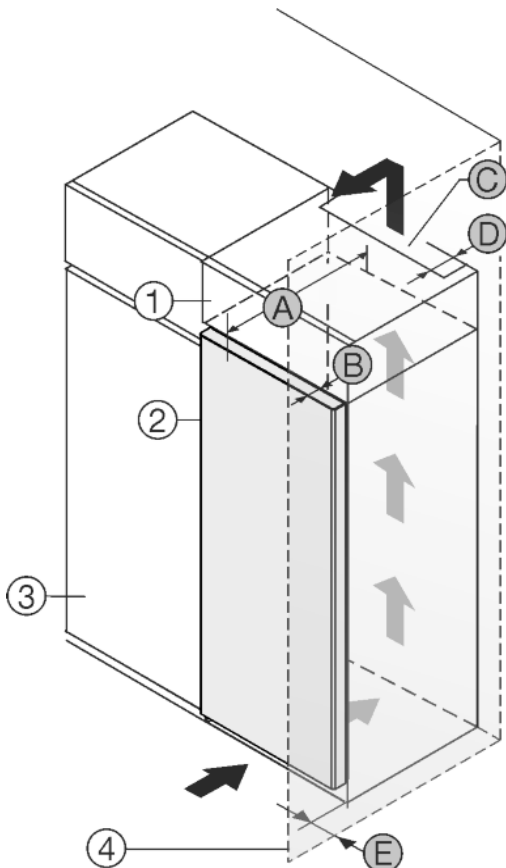

Fig. 1
Установите устройство непосредственно рядом с кухонным шкафом Fig. 1 (3).\*
На задней стенке дополнительного шкафчика должен быть вентиляционный канал с глубиной Fig. 1 (D) по всей ширине этого шкафа.
Нужно соблюдать вентиляционное отверстие Fig. 1 (C) под нижней панелью.
Если устройство установлено на шарнирах у стены Fig. 1 (4), то расстояние между устройством и стеной должно составлять не менее 40мм. Настолько выступает ручка при открытой двери.